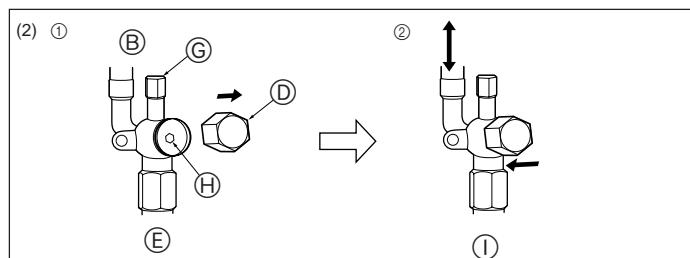

Fig. 4-7
- ① Enlever le capuchon, ramener la poignée vers soi et la tourner d'un quart de tour en sens inverse des aiguilles d'une montre pour ouvrir la vanne.
- ② Vérifier que la vanne d'arrêt est complètement ouverte, appuyer sur la poignée et tourner le capuchon pour le ramener sur sa position d'origine.
- (2) Côté liquide (Fig. 4-7)
- ① Retirez le bouchon, et tournez la tige de soupape à fond dans le sens antihoraire avec une clé hexagonale de 4 mm [5/32 inch]. Arrêtez de tourner quand elle frappe la retenue. (ø6,35 [1/4 inch]: env. 4,5 tours) (ø9,52 [3/8 inch]: env. 10 tours)
④ Vanne	⑥ Côté position ouverte
① Côté appareil	⑦ Orifice pour l'entretien
③ Poignée	⑧ Orifice pour la clé
② Capuchon	⑨ Direction du débit du réfrigérant
⑤ Côté tuyau local	⑩ Côté de fonctionnement